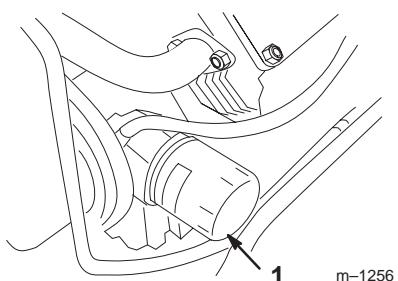

Bild 33
3. Entfernen Sie den alten Filter (Bild 33) und wischen Sie die Dichtfläche am Anbaustutzen ab.